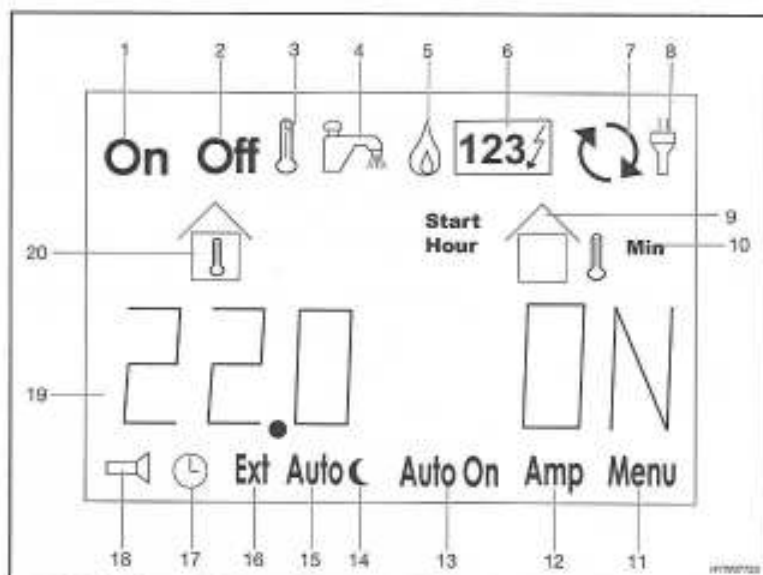

Fig. 133 Affichage ACL
Dans la ligne information (Fig. 133,19), sont indiqués sous forme de texte les informations de températures, de temps et d'états de fonctionnement, ainsi que les messages d'erreur.
- Appuyer sur la touche "▷" (Fig. 132,4) jusqu'à ce que le symbole "6" (Fig. 133,5) clignote.
- Appuyer sur la touche "▷" (Fig. 132,4) jusqu'à ce que le symbole "230" (Fig. 133,6) clignote.
- Appuyer sur la touche "▷" (Fig. 132,4). Le symbole "Off" (Fig. 133,2) clignote.
- Appuyer sur la touche "+/On" (Fig. 132,3). Le symbole "On" (Fig. 133,1) clignote. Le chauffage se met en marche automatiquement.
- Appuyer sur la touche "▷" (Fig. 132,4). Le symbole "On" (Fig. 133,1) clignote.
- Appuyer sur la touche "-/Off" (Fig. 132,5). Le symbole "Off" (Fig. 133,2) clignote. Le chauffage s'éteint.
- Appuyer sur la touche "▷" (Fig. 132,4) jusqu'à ce que le symbole "Menu" (Fig. 133,11) clignote.
- Quand "OFF" est affiché dans la ligne information (Fig. 133,19), appuyer sur la touche "▷" jusqu'à ce que "PU" soit affiché.